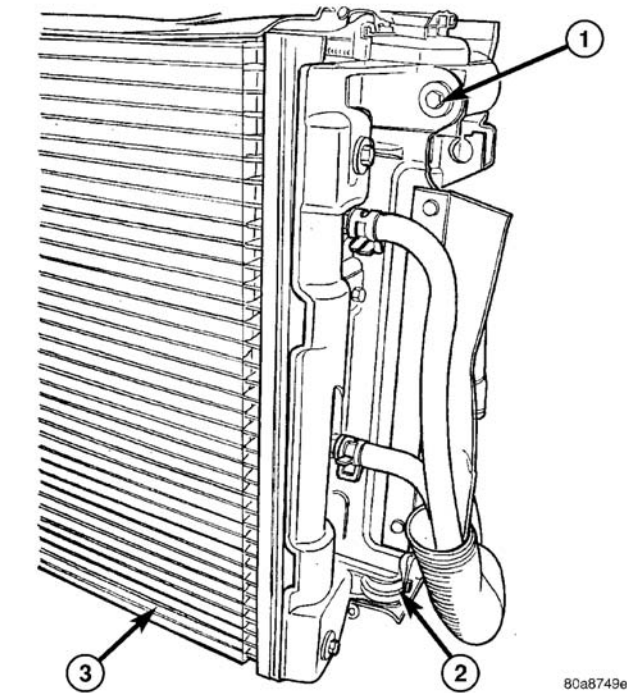

图 15 散热器与空调冷凝器支座连接（图示为左支座，右支座与此相似）
（8）卸下固定散热器固定螺钉处的空调冷凝器侧托架（图 15）。向上提升散热器，使其从下支座脱离，从而将散热器与冷凝器分开（图 15）。允许冷凝器放在散热器的前面。
- （2）将空调冷凝器放到散热器下部的支座上，并安装上部的螺钉（图 15）。将这些螺钉拧紧至 5N.m（45in.lbs.）。